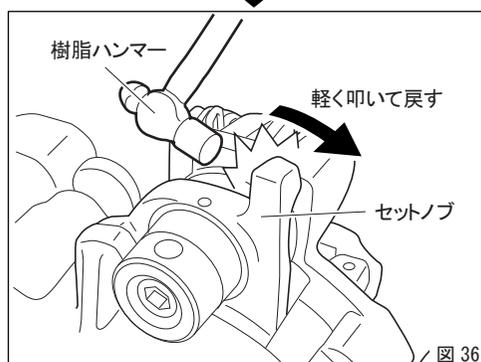
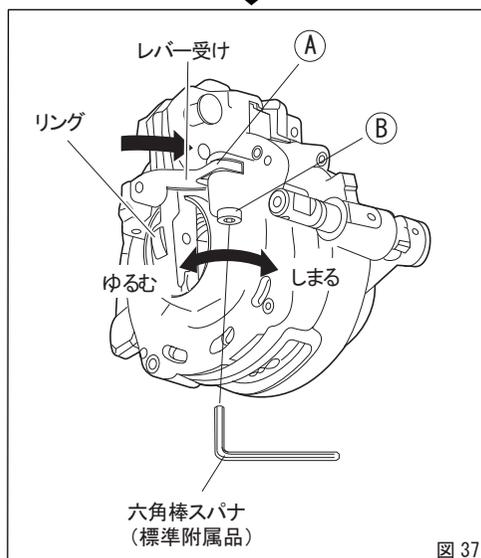

図 36
図 37
① 転造ヘッドからパイプを引離します。
- ①-1 樹脂ハンマーでセットノブを矢印方向に叩いてください。パイプに食いついたローラが外れます。(図36)
- ①-2 パイプが外れたら、そのまま送りハンドルを回して本体からパイプを離してください。
② 本体摺動部の異物を取除く
- ②-1 5ページの「4. 切粉づまりの点検」を参照してください。
③ レバー受けを元の状態に戻す(図37)
- ③-1 レバーつまみを持って、外れたリングを元に戻してください。
- ③-2 ③のボルトを付属の六角棒スパナで反時計方向に3回転ほどゆるめてください。
- ③-3 レバー受けを回し、③部を軽く叩いて元の位置にはめ込んでください。
- ③-4 ゆるめた③のボルトをもう一度締め込んでください。